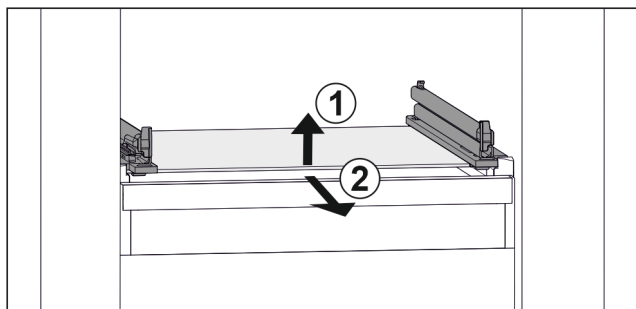

Fig. 46 Klaasplaadi näitlik kujutis
- ▶ Tõstke klaasplaat eest üles. Fig. 46 (1)
- ▶ Võtke klaasplaat ettepoole välja. Fig. 46 (2)